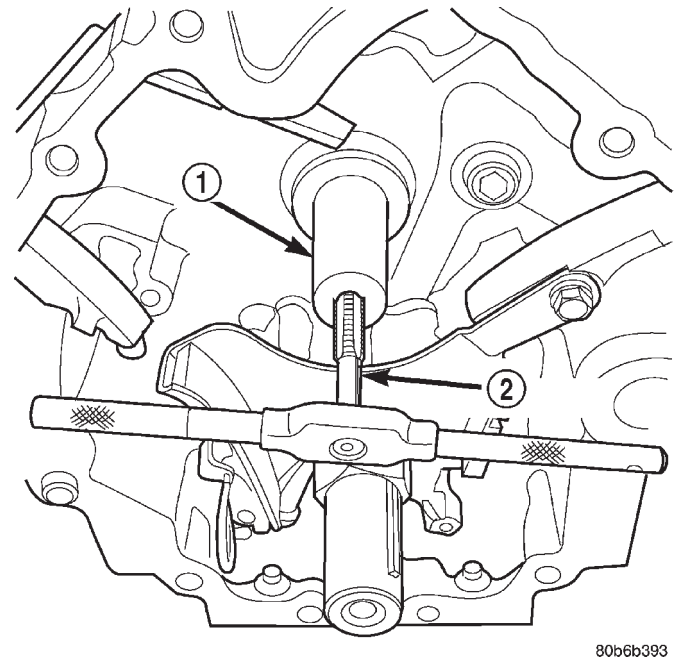

Abb. 84 Zwischenwelle zur Aufnahme von Spezialwerkzeug 8517 mit einem Gewinde versehen
(2) Mit einem 12 mm X 1,75-Gewindeschneider die Zwischenwelle mit einem Innengewinde versehen (Abb. 84).